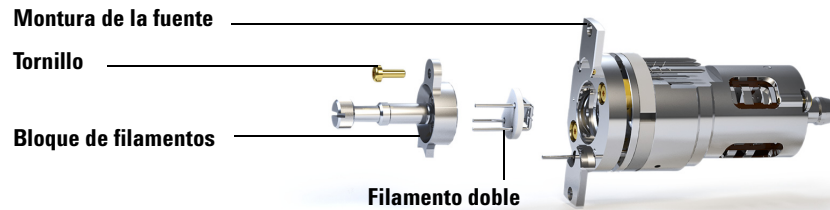

Figura 56 Sustituir el filamento doble
- 4 Quite el tornillo que sujeta el bloque de filamentos a la montura de la fuente. (Consulte la Figura 56.)
- 2 Inserte las tres clavijas en el filamento doble a través de la parte posterior del bloque de filamentos. (Consulte la Figura 56 en la página 187.)